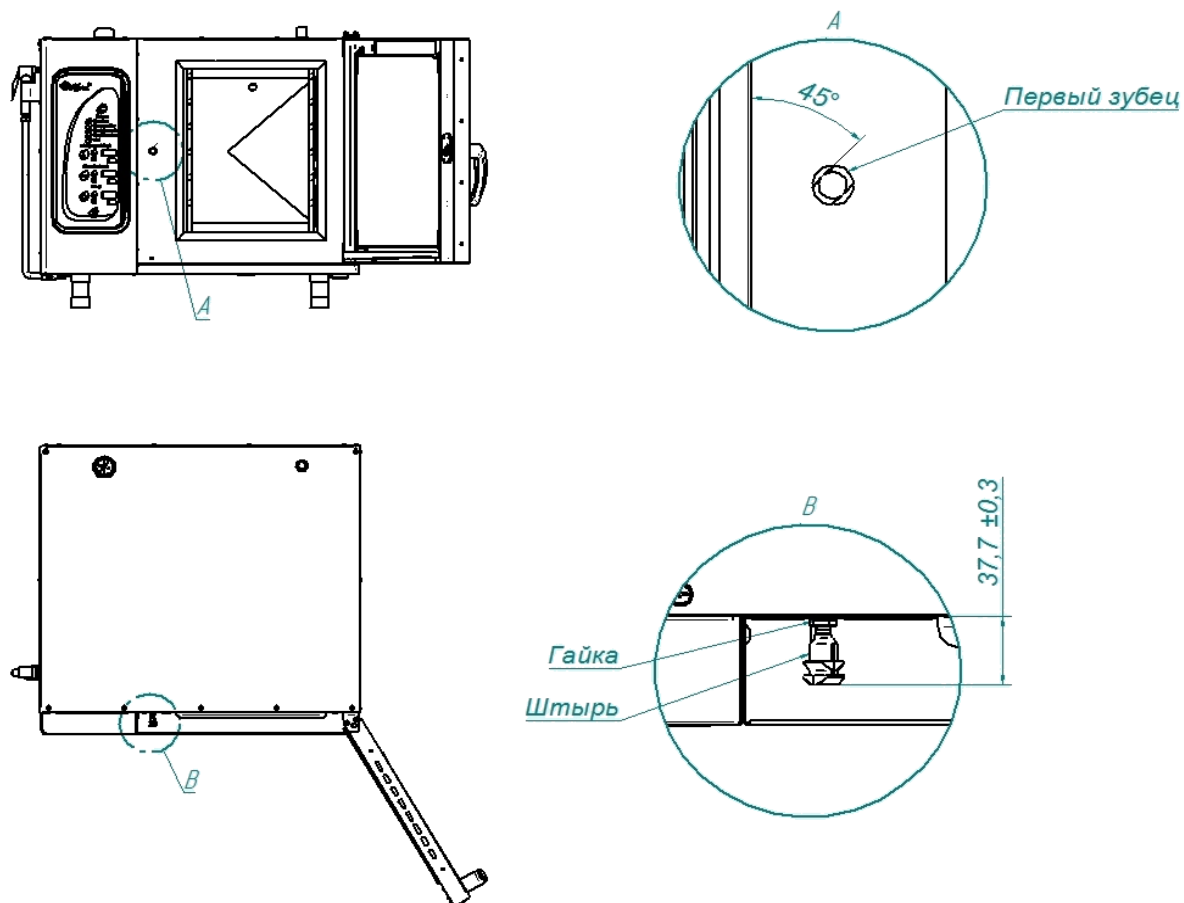

Рис. 11. Регулировка замкового устройства
При ослаблении уплотнителя двери пароконвектомата необходимо отрегулировать положение штыря (см. рис. 11). Для этого:
- отрегулировать положение штыря согласно указанным размерам и положению зубцов (при ослаблении профиля штырь необходимо закручивать, т.е. уменьшить размер 37,7мм, выдерживая угол  $45^{\circ}$  – см. рис. 11);